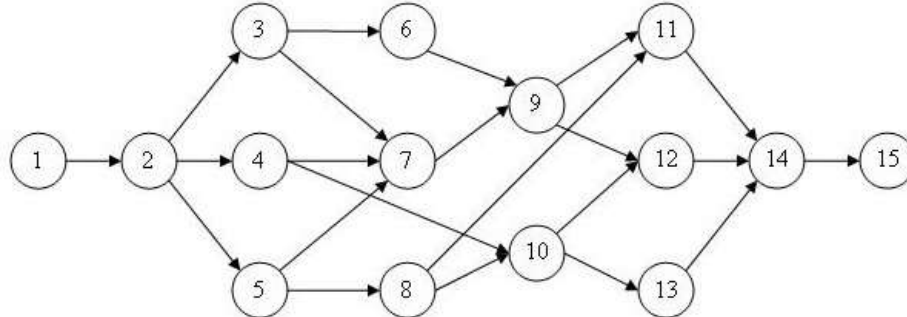

Рис.1. Сетевой график проекта
8.1. Известно, что сетевой график проекта «А» имеет вид (рис.1.).